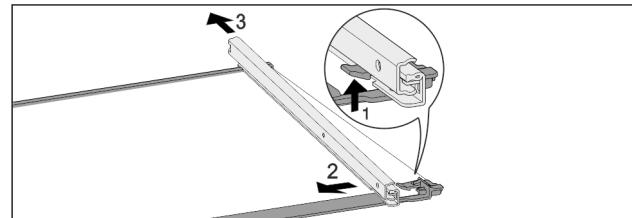

Fig. 124 Glasplatte mit Schiene
- Vorderen Rasthaken nach oben drücken. Fig. 124 (1)
- Auszugsschiene zur Seite Fig. 124 (2) und nach hinten Fig. 124 (3) wegschieben.